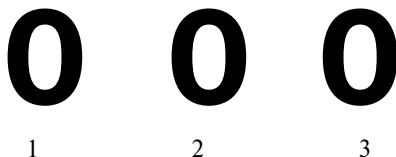

Рис. 17. Расположение мазков на стекле при окраске по Граму.
2. Нанесите три капли дистиллированной воды на одно стекло: справа, слева и по центру. Важно, чтобы капли были на расстоянии 1,5 см друг от друга и не менее 1 см от края стекла (рис. 17).
3. Сделайте тонкие мазки контрольных культур бацилл и ишерихии справа и слева, анализируемой культуры - по центру (рис.17). Зафиксируйте высохшие мазки.